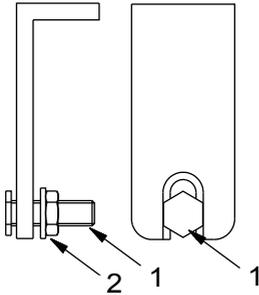

Abb. 20: Tuchstützdrahtwinkel
- » Schieben Sie die Schrauben (1 – Abb. 20) in den Schlitz der schon montierten Tuchstützdrahtwinkel und ziehen Sie die Muttern (2 – Abb. 20) fest.